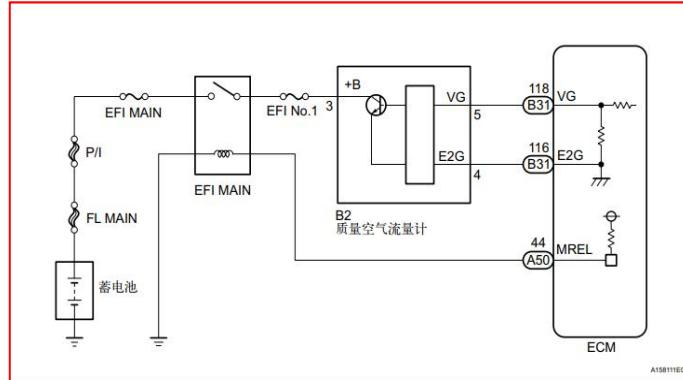

图 7 卡罗拉汽车空气流量计检测电路图
2. 查阅卡罗拉汽车维修手册，找出电路图，如图 7，并分析电路图（**本节课重点内容，教会学生如何查阅资料解决问题—授人以鱼不如授人以渔的哲学道理**）